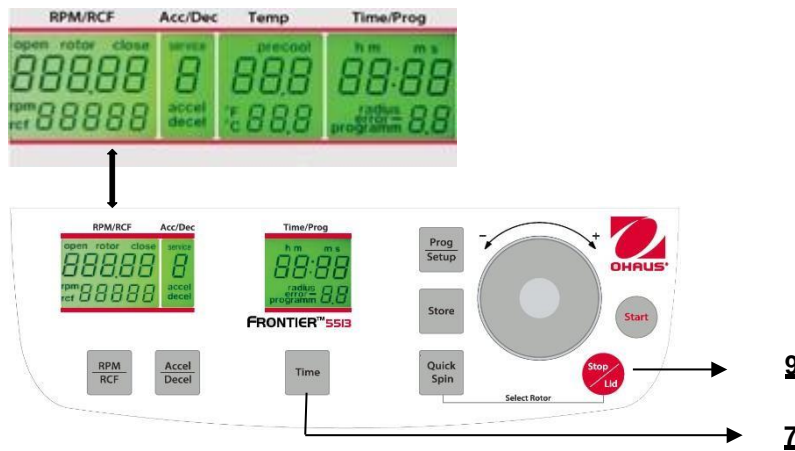

Figura. 28
Cuando la centrífuga está apagada, presione al mismo tiempo los botones "**Time**"(7) y "**Stop/Lid**" (9) y encienda el interruptor principal de la centrífuga. Ahora suelte ambos botones y como resultado se ejecuta una prueba de pantalla durante aproximadamente 5 segundos. Todos los indicadores aparecerán al mismo tiempo (vea la Figura 28).